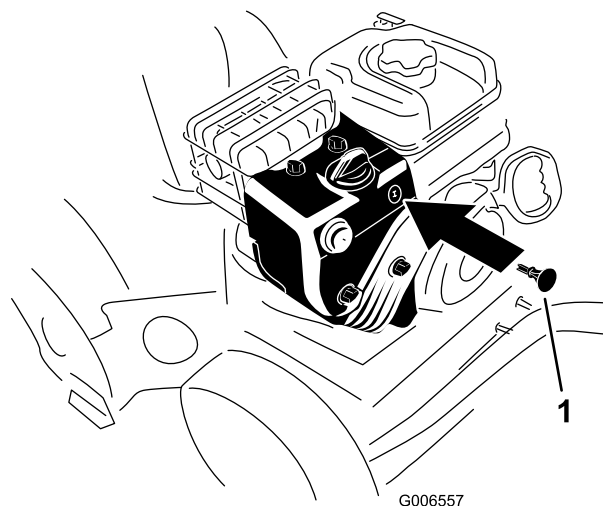

Figura 26
3. Inserite la chiave di accensione (Figura 26).